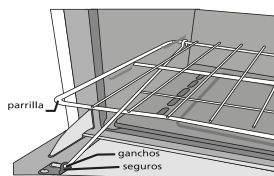

fig.24
3. Inserte las puntas de los ganchos largos a los seguros localizados en el marco interno de la puerta. fig.24